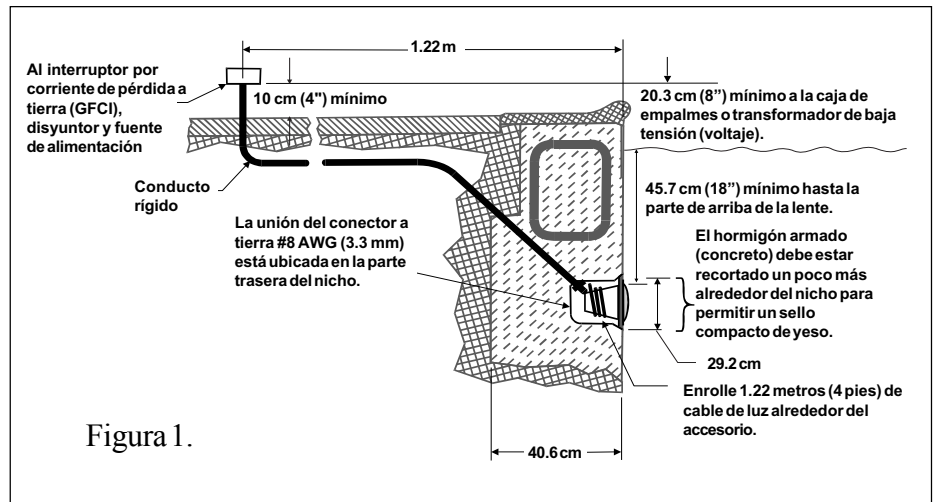

Figura 1.
A. Los siguientes pasos de preparación tienen que haberse completado por el electricista antes de instalar el accesorio para lámpara. (Vea la figura 1 abajo.)
- b. La caja de empalmes (o, para los modelos de 12 voltios, el transformador de baja tensión) esté colocada por lo menos a 20.3 centímetros (8 pulgadas) arriba del nivel de tierra y por lo menos a 1.22 m (48 pulgadas) de distancia del borde de la piscina. (Vea la figura 1 abajo.)
- d. El nicho mojado está instalado correctamente de tal manera que el borde superior de la lente de la lámpara subacuática esté por lo menos a 45.7 cm (18 pulgadas) por debajo de la superficie del agua en la piscina. (Vea la figura 1, abajo.)
- e. El nicho mojado está unido eléctricamente en la forma correcta y conectado a tierra a través del conector a tierra Núm. 8 AWG (3.3 mm) ubicado en la parte trasera del nicho. (Vea la figura 1.)
1. Pase el cordón a través del conducto hasta la caja de empalmes, dejando por lo menos 1.22 metros (4 pies) de cordón o cable en el accesorio para lámpara para enrollarlo en la misma lámpara. (Vea la figura 1.) Este metro veintidós centímetros (4 pies) de cordón alrededor del accesorio de la lámpara le permitirá darle servicio a dicha lámpara después de que se llene de agua la piscina.
- b. La caja de empalmes (o, para los modelos de 12 voltios, el transformador de baja tensión) debe estar por lo menos a 20.3 centímetros (8 pulgadas) arriba del nivel de tierra y por lo menos a 1.22 m (48 pulgadas) de distancia del borde de la piscina. (Vea la figura 1 abajo.)
- d. El nicho mojado está instalado correctamente de tal manera que el borde superior de la lente de la lámpara subacuática está por lo menos a 45.72 cm (18 pulgadas) por debajo de la superficie del agua en la piscina. (Vea la figura 1 abajo.)
- e. El nicho mojado está unido eléctricamente en la forma correcta y conectado a tierra a través del conector a tierra Núm. 8 AWG ubicado en la parte trasera del nicho. (Vea la figura 1.)
5. Deje por lo menos 1.22 metros (4 pies) de cordón o cable alrededor del accesorio de la lámpara. (Vea la figura 1.) Este metro veintidós centímetros (4 pies) de cordón enrollado alrededor del accesorio de la lámpara permitirá que se le dé servicio a la lámpara después de que se llene de agua la piscina.